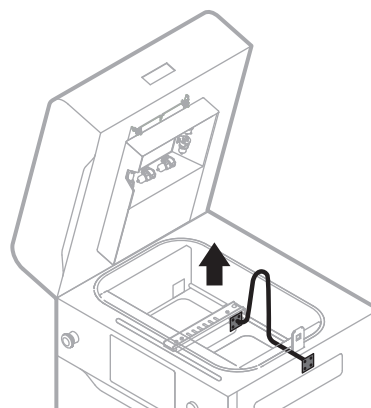

Rys. 2 Zdejmij pokrywę.
7. Delikatnie zdejmij czarną pokrywę (rys. 2).